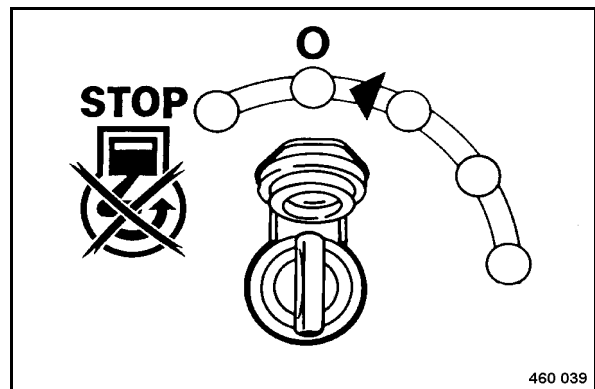

Fig. 71
- Tourner l'interrupteur de démarrage (Fig. 71) sur position "0" et retirer la clé de contact.